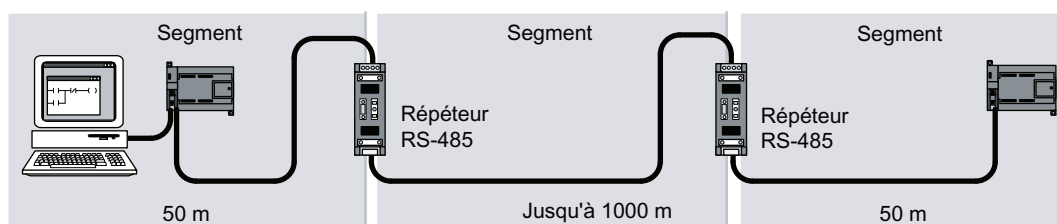

Figure B-2 Exemple de réseau avec des répéteurs
- Pour augmenter la longueur d'un réseau : L'ajout d'un répéteur à votre réseau vous permet de l'étendre de 50 m. Si vous connectez deux répéteurs sans autre noeud entre eux (comme le montre la figure B-2), vous pouvez étendre le réseau à la longueur de câble maximale pour le débit. Vous pouvez utiliser jusqu'à 9 répéteurs en série dans un réseau, mais la longueur totale du réseau ne doit pas dépasser 9 600 mètres.